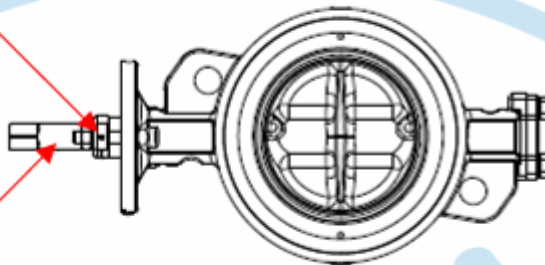

Fig.18
13.1.7 閥軸安裝時，第三面朝上，方位指示孔在面對壓環面的左手邊而閥軸四角頭指示溝 or KEY WAY 須與閥瓣平行。(Fig.18)